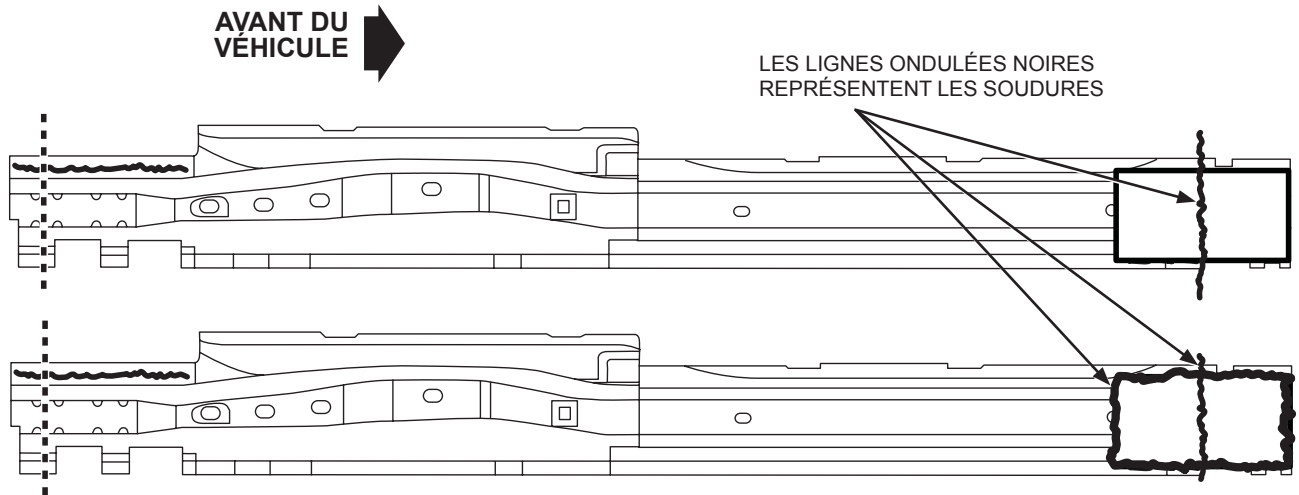

FIGURE 3
- Sectionner comme déterminé et préparer un renfort de 9 po de long. (Voir figure 3).
- **Option 2** - Le renfort peut être soudé en section après soudure bout à bout des sections de traverse. Dresser la soudure MIG et souder complètement le renfort en place. (Voir figure 3).